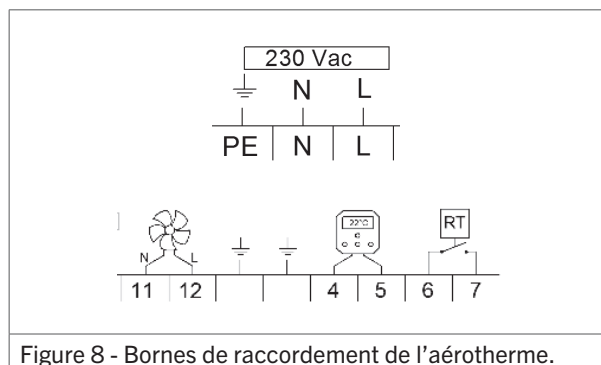

Figure 8 - Bornes de raccordement de l'aérotherme.
- Connecter les conducteurs du câble de raccordement au réseau d'alimentation électrique dans le boîtier de connexion (figure 8).